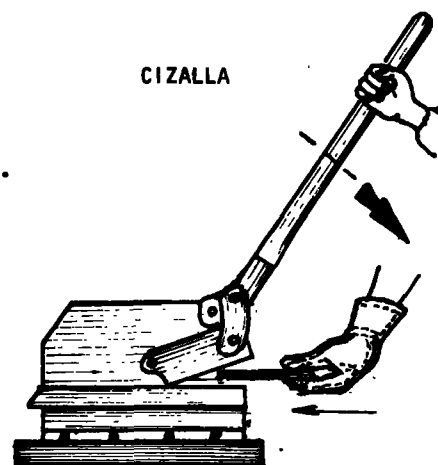

Fig. 2
- 1) Si emplea cizalla haga avanzar la chapa para continuar el corte (fig.2).